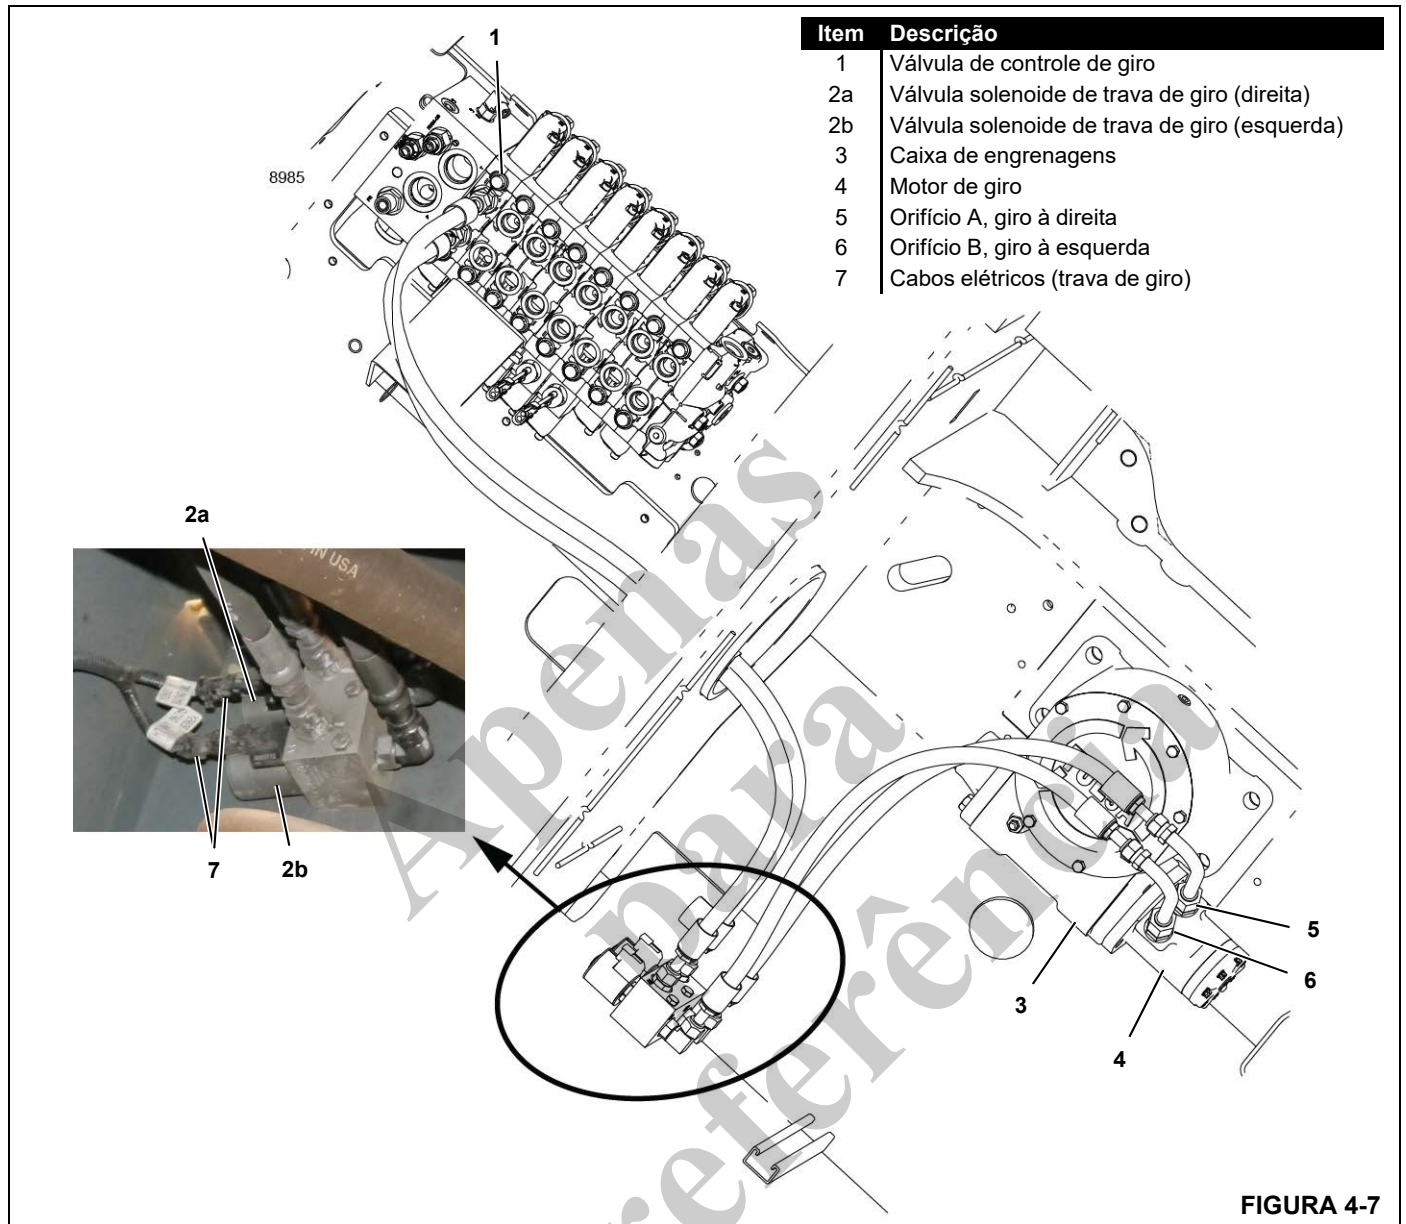

FIGURA 4-7
3. Desconecte as duas mangueiras hidráulicas do motor de giro (4, Figura 4-7). Tampe os adaptadores e tampe as mangueiras com bujão.
3. Desconecte o cabo elétrico (7, Figura 4-7) das duas válvulas solenoides de trava de giro (2a e 2b).
5. Reconecte o cabo elétrico (7, Figura 4-7) nas duas válvulas solenoides de trava de giro (2a e 2b).